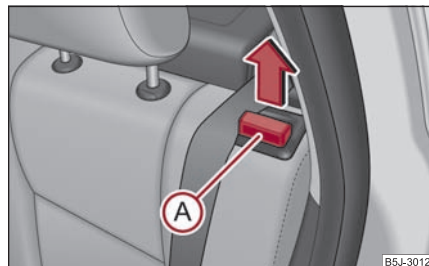

Abb. 68 Sitzlehne entriegeln
- Entriegeln Sie die Sitzlehne durch Ziehen des Sicherungsknopfs A und klappen Sie sie nach vorn ⇒ Abb. 68.
- Vergewissern Sie sich, dass die rote Fläche des Sicherungsknopfs **(A)** nicht zu sehen ist \Rightarrow Seite 66, Abb. 68.